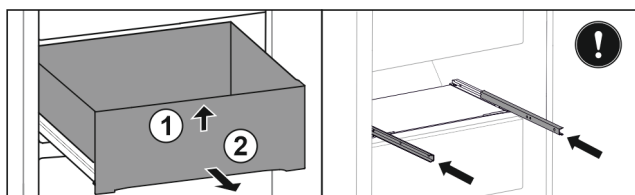

Fig. 45
- Løft skuffen foran. Fig. 45 (1)
- Ta ut skuffen framover. Fig. 45 (2)